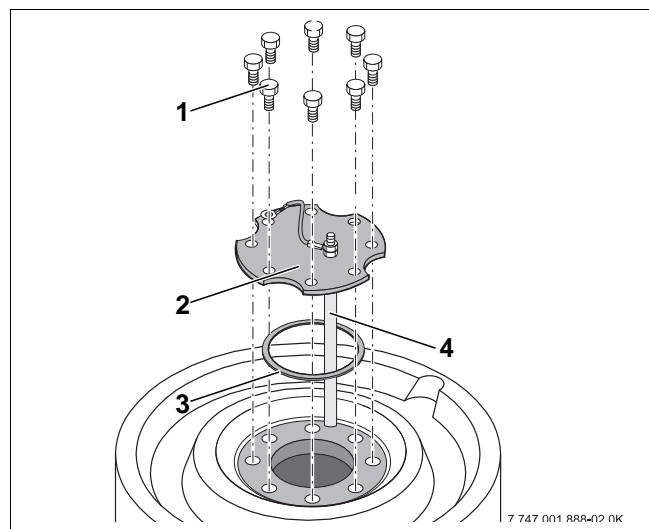
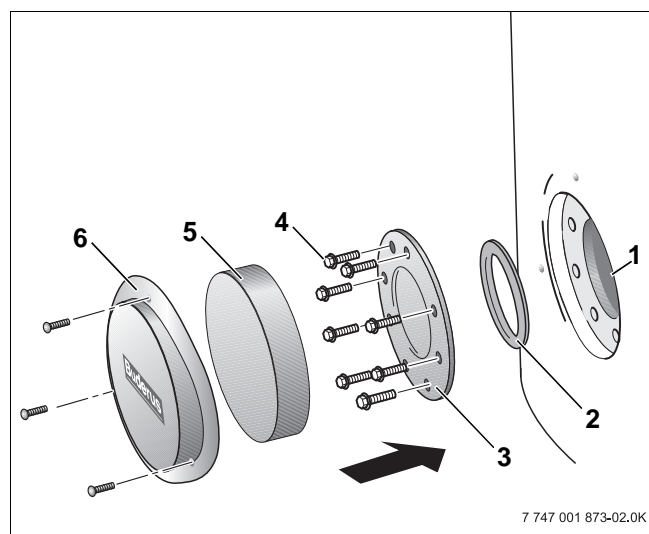

Рис. 14 Сборка смотрового люка
Рис. 15 Монтаж люка для чистки
- Мы рекомендуем после чистки установить новое уплотнение крышки люка (рис. 14, [3] и рис. 15, [2]), чтобы избежать неплотностей в баке.
- Установите на прежнее место крышку верхнего или бокового смотрового люка вместе с уплотнением (рис. 14, [2] и рис. 15, [3]).
- Заверните рукой болты (рис. 14, [1] и рис. 15, [4]) на крышке люка.
- Затем затяните болты (рис. 14, [1] и рис. 15, [4]) динамометрическим ключом с моментом 25-30 Нм.
- Уложите теплоизоляционный элемент (рис. 15, [5]) и установите крышку (рис. 15, [6]).